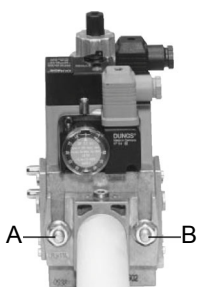
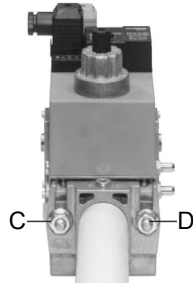
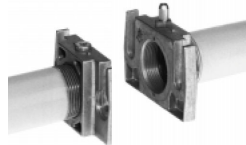

Рис. 6
Рис. 7
Рис. 8
3. Затянуть винты А, В, С и D (Рис. 6 - Рис. 7), соблюдая дистанции монтажа (Рис. 8);